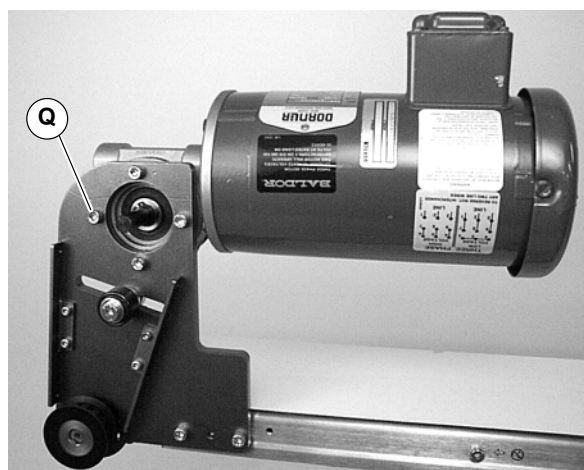

Abbildung 14
4. Vier (4) Montageschrauben des Untersetzungsgetriebes (Q siehe Abbildung 14) entfernen. Getriebemotor entfernen.
12. Getriebemotor am Installationsträger installieren, und Schrauben (Q siehe Abbildung 14) mit 12 Nm festziehen.